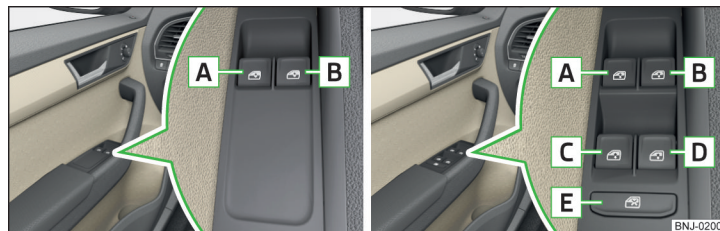

Рис. 39 Кнопки склопідйомників: варіант 1/варіант 2
В залежності від комплектації автомобіля шляхом натискання/витягування кнопок у дверях водія здійснюється управління передніми вікнами – **варіант 1** – або передніми й задніми дверима – **варіант 2** » **Рис. 39**.
У **варіанті 2** » **Рис. 39** вікно у дверях водія відкривається/закривається повністю автоматично шляхом натискання або витягування кнопки до упору. У разі повторного натискання/витягнення кнопки вікно зупиниться.
- **Варіант 1** електричних склопідйомників » **Рис. 39 на стор. 53 не оснащений** пристроєм проти затиснення вікном. Зачиняйте вікна обережно, щоб уникнути травмування!
- **Вікно дверей переднього пасажира варіанта 2** електричних склопідйомників » **Рис. 39 на стор. 53 не оснащений** пристроєм проти затиснення вікном. Зачиняйте вікно обережно, щоб уникнути травмування!